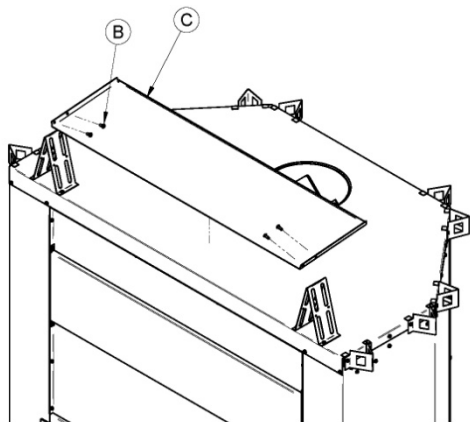

Figure 6
3. Tel qu'illustré aux **Figure 6** et **7**, positionnez l'écran thermique © entre les cales d'espacement déjà installé avec les replis vers le haut. Alignez les trous de l'écran thermique à ceux des cales d'espacement de gauche et de droite et sécurisez avec les 4 vis (**B**).